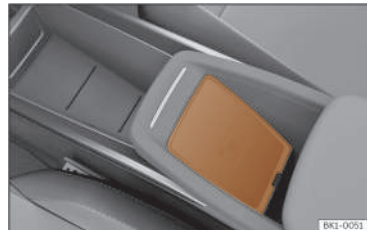

Fig. 151 Sulla console centrale: alloggiamento per il collegamento del telefono cellulare.
- Collocare il dispositivo mobile al centro dell'alloggiamento con lo schermo rivolto verso l'alto >>> **fig. 151**, >>> .